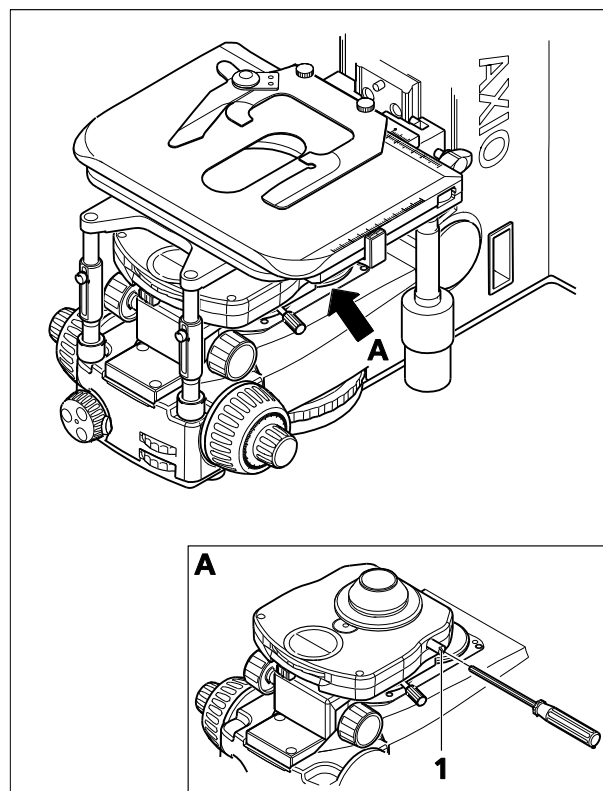

Figure 4-6 Réglage de l'éclairage oblique
(3) Réglage de l'éclairage oblique
- Utiliser la vis de réglage (1 mm) (Figure 4-6/1) du condenseur pour tourner le segment de fente de la butée dans la position souhaitée.